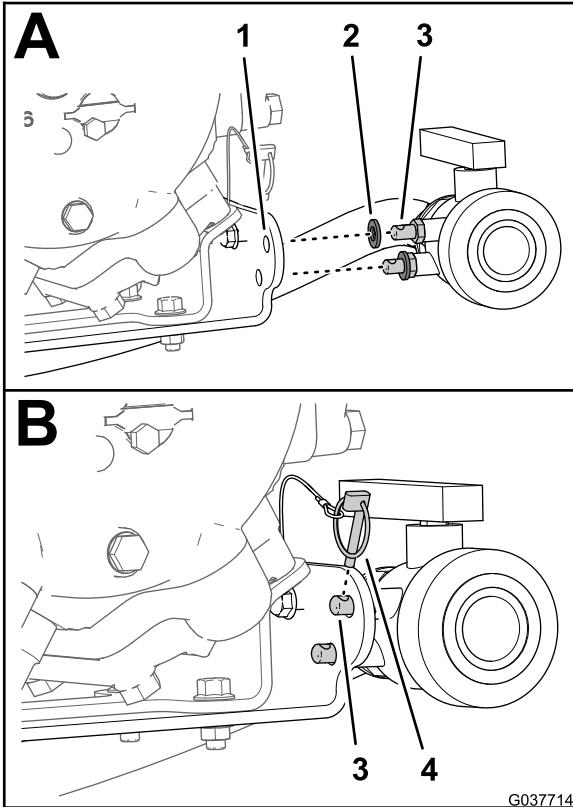

Bild 82
2. Stellen Sie sicher, dass die zwei Gummischeiben an den zwei Befestigungsstiften des Ablassventils befestigt sind (Bild 82).
- Fluchten Sie die zwei Befestigungsstifte durch die zwei Löcher (11 mm) in der Halterung der Sprühpumpe aus (Bild 82).
- Befestigen Sie das Ablassventil mit dem Klappstecker an der Pumpenhalterung (Bild 82).